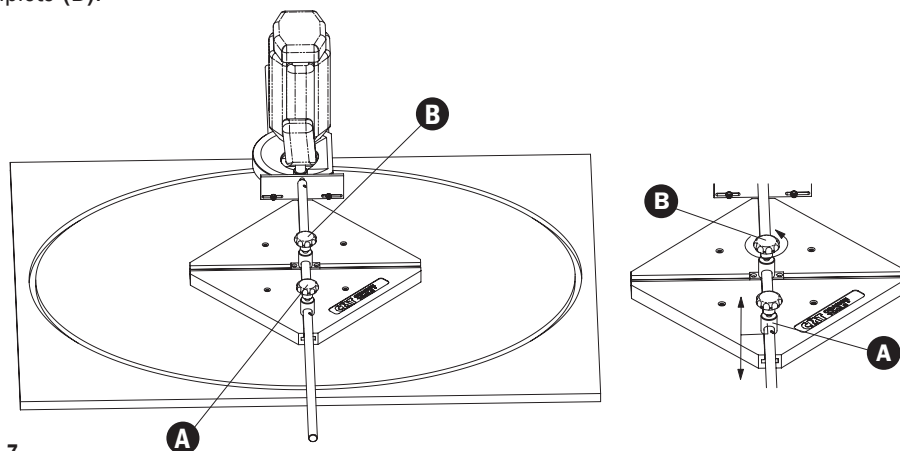

Fig. 7
(Fig.7) Ruotare l'elettrofresatrice di 90°. La struttura in plastica (1) non è ruotata, lo scorrevole completo (B) si trova al centro di essa.